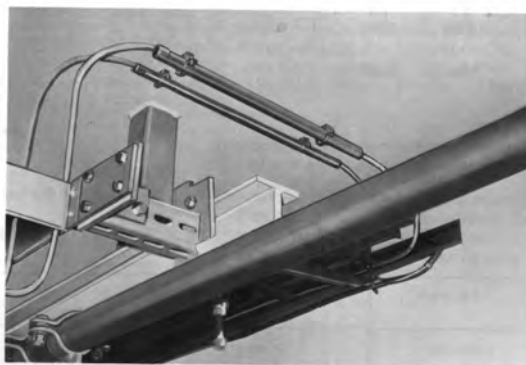

Bild C-1 Mechanischer Schutz der Busleitung durch Schutzmontage
- in Bereichen mit mechanischer Beanspruchung Busleitungen in Al-Panzerrohr, ansonsten in Kunststoff-Panzerrohr verlegen (siehe Bild C-1)